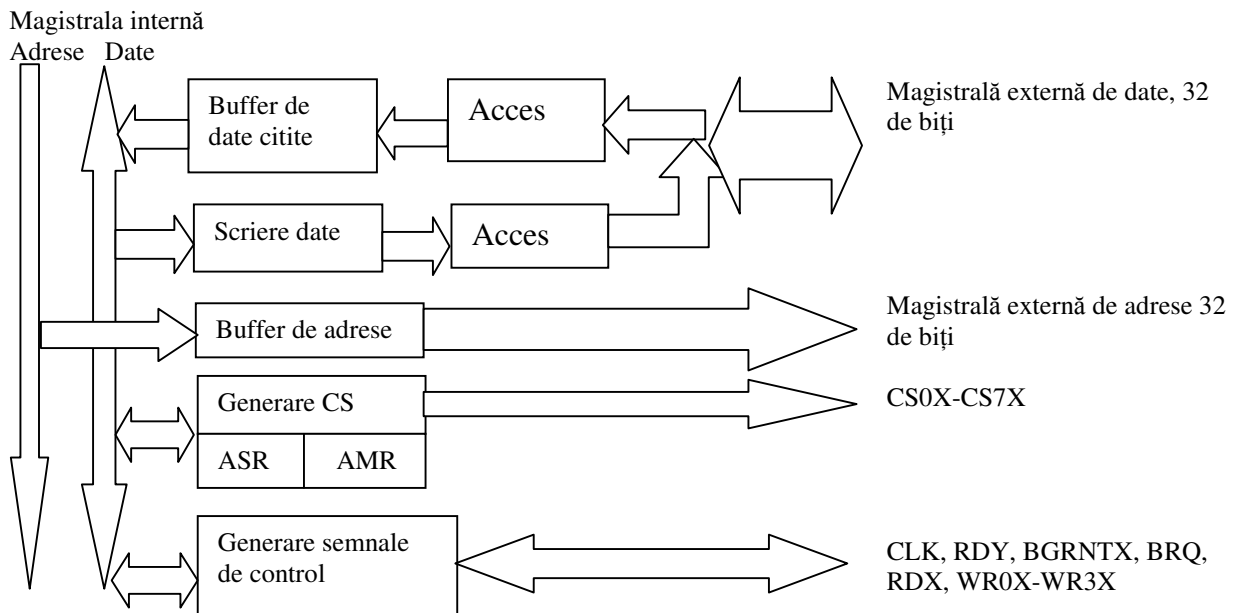

Figura 4.4: interfața cu magistrala externă
- O schemă bloc a interfeței cu magistrala externă este dată în figura 4.4: